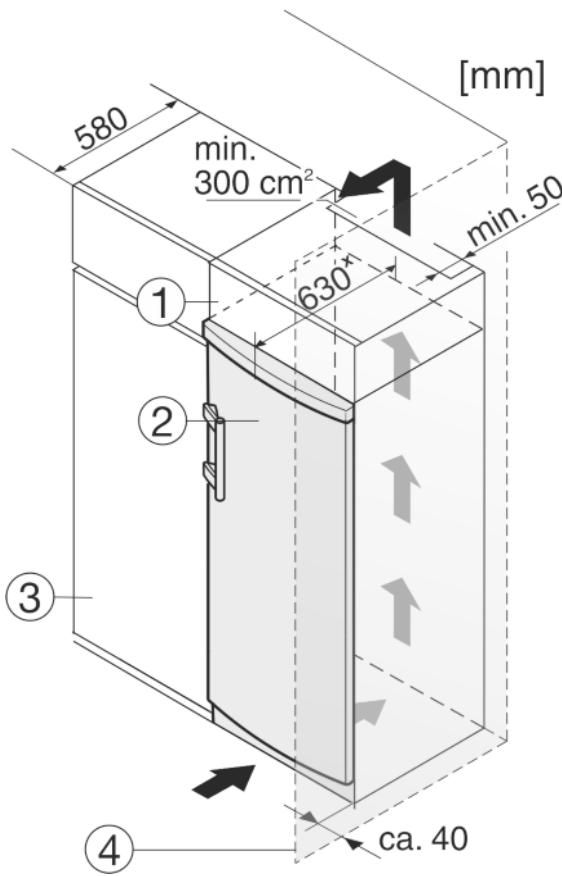

Fig. 10
(1) Viseći ormari
(2) Uredaj
(3) Kuhinjski ormari
(4) Zid
Uredaj se može adaptirati za ugradnju u kuhinjske ormare. Kako biste uređaj Fig. 10 (2) prilagodili visini kuhinjskog namještaja, iznad uređaja možete postaviti viseći ormari Fig. 10 (1).
Kod adaptacije s kuhinjskim ormarama (dubina maks. 580 mm) uređaj se može postaviti izravno uz kuhinjski ormari Fig. 10 (3). Uredaj stoji bočno 34 mm i u sredini uređaja 50 mm nasuprot pročelju kuhinjskog ormara.
Kada se uređaj postavlja s okovima pored zida Fig. 10 (4), razmak između uređaja i zida mora iznositi najmanje 40 mm. To odgovara stajanju ručice kod otvorenih vrata.